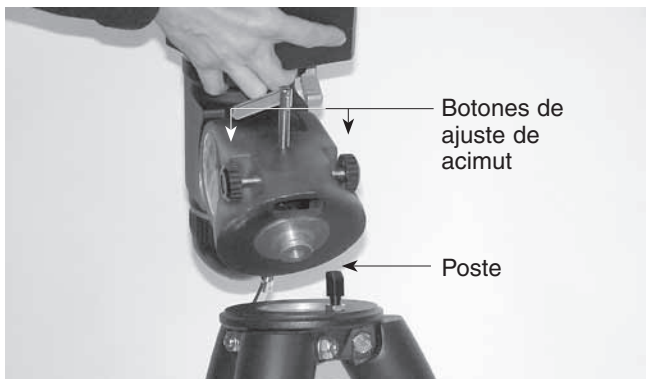
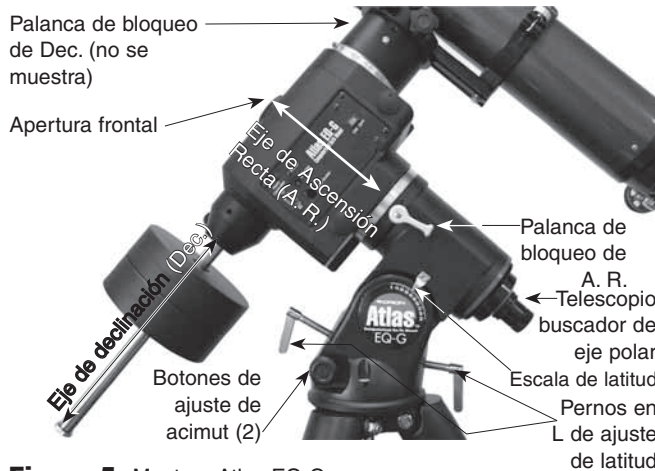

Figura 2. Oriente la cabeza ecuatorial de manera que el poste del trípode quede alineado con los botones de ajuste de acimut de la montura ecuatorial.
Figura 5. Montura Atlas EQ-G.
2. Coloque la base de la montura ecuatorial sobre la cabeza del trípode. Oriente la montura ecuatorial de manera que el poste del trípode quede alineado con los botones de ajuste de acimut de la montura ecuatorial (**figura 2**). Puede que tenga que soltar los botones de ajuste de acimut de la montura ecuatorial para poder encajar la montura en la cabeza del trípode.
Al observar el cielo nocturno, sin duda habrá notado que las estrellas parecen moverse lentamente de este a oeste con el tiempo. Este movimiento aparente se debe a la rotación de la Tierra (de oeste a este). La montura ecuatorial (**figura 5**) se ha diseñado para compensar ese movimiento, lo que le permite realizar fácilmente un "seguimiento" del movimiento de los objetos astronómicos y evitar que desaparezcan del campo de visión del telescopio mientras los observa.
2. Hay dos pernos en L de ajuste de latitud (consulte la **figura 5**); afloje uno mientras aprieta el otro. De esta manera ajustará la latitud de la montura. Siga ajustando la montura hasta que el puntero de la escala de latitud se fije en la latitud del lugar de observación. Si no conoce su latitud, consulte un atlas geográfico para averiguarla. Por ejemplo, si su latitud es 35° al norte, ajuste el puntero a 35. El ajuste de la latitud no debería tener que volver a ajustarse a menos que se desplace a un lugar de observación a cierta distancia.
3. Afloje la palanca de bloqueo de declinación y gire el tubo óptico del telescopio hasta que quede paralelo al eje de ascensión recta, como se muestra en la **figura 5**.
ascensión recta de la montura. Cuando se alinea y se utiliza correctamente, agiliza y facilita el conseguir una alineación polar precisa. Desenrosque la cubierta de la parte posterior del eje de ascensión recta de la montura y quite la tapa frontal de la montura ecuatorial (**figura 5**) para ver a través del telescopio buscador de eje polar.
5. A continuación, utilice los botones de ajuste de acimut (**figura 2**) y los pernos en L de ajuste de latitud (**figura 5**) de la montura para colocar la Estrella Polar en el interior del pequeño círculo marcado como "Polaris" en la retícula del buscador. Primero debe aflojar el botón situado debajo de la montura ecuatorial en el eje de soporte central para utilizar los botones de ajuste de acimut. Una vez que la Estrella Polar esté correctamente ubicada en la retícula, habrá conseguido una alineación polar precisa. Vuelva a apretar el botón situado debajo de la montura ecuatorial.